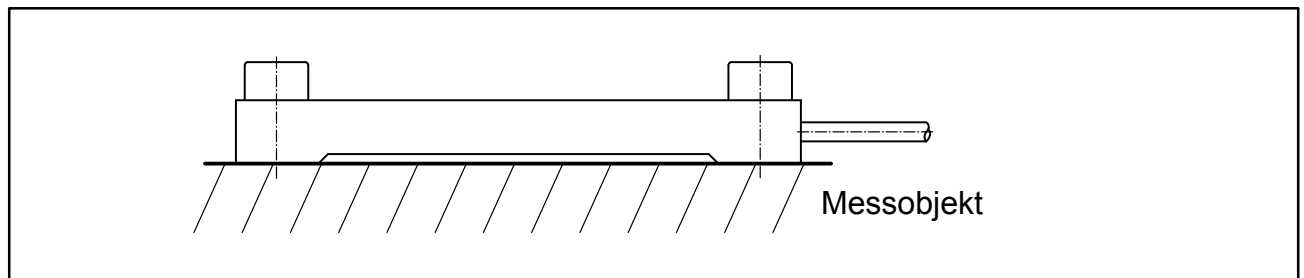

Abb. 5.1: Einbau des Dehnungsaufnehmers
- Der Dehnungsaufnehmer darf nicht in dem mittleren, abgesetzten Bereich aufliegen (siehe Abb. 5.1) und muss verspannungsfrei montiert werden.
- Montieren Sie den Dehnungsaufnehmer wie in Abb. 5.1 gezeigt.